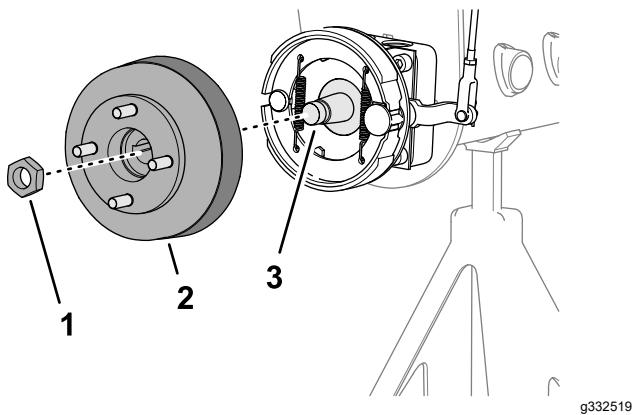
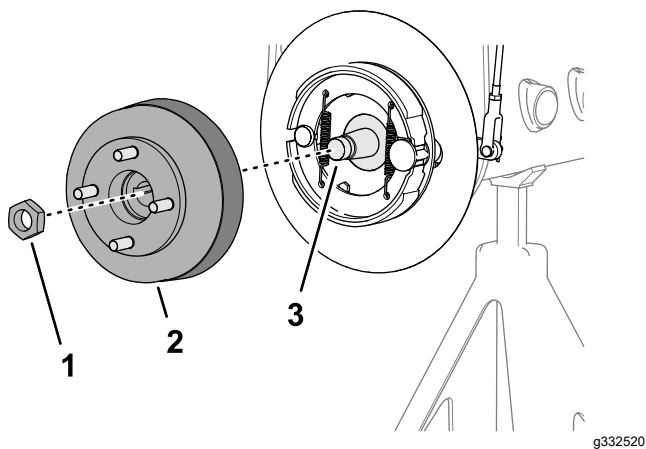

图 86
图 87
3. 将轮毂和制动鼓组装到车轮马达轴上图 86 或图 87。
4. 用锁紧螺母将轮毂固定到轴上 图 86或图 87并用手拧紧。